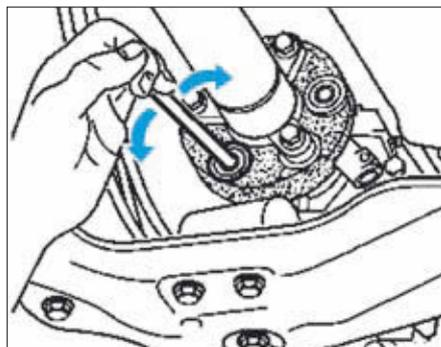

FIG. 4
- Déposer les douilles d'ajustage des flectors avec un mandrin (outil à réaliser soi-même) sur la bride d'accouplement de la transmission automatique et de l'essieu arrière (Fig.4).